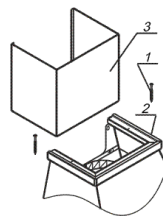

рис. 4
6.1. Для КВ: «Багет 60», «Вилла 50», «Вилла 60», «Вилла Фрукты 60», «Вилла Валенсия 60», «Вилла Луизиана 60», «Вилла Модерн 60», «Вилла Спектр 60», «Бельведер (Флореале, Валенсия) 60», «Камин Грань 60/90», «Терем 60». Прежде чем навесить кухонную вытяжку, установите фальштрубу (рис. 4). Отверните винты - 1, которые крепят верхнее обрамление - 2. Установите фальштрубу - 3 на обрамление и прикрутите обрамление вместе с фальштрубой.